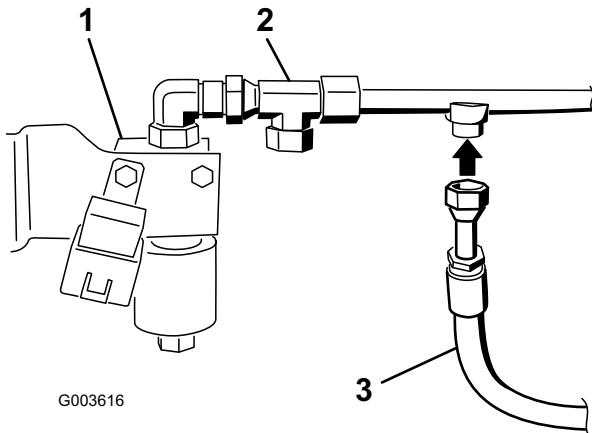

Figura 28
6. Instale el manguito hidráulico con acoplamientos en el adaptador del acoplamiento en T conectado a la parte superior de la válvula (Figura 28).